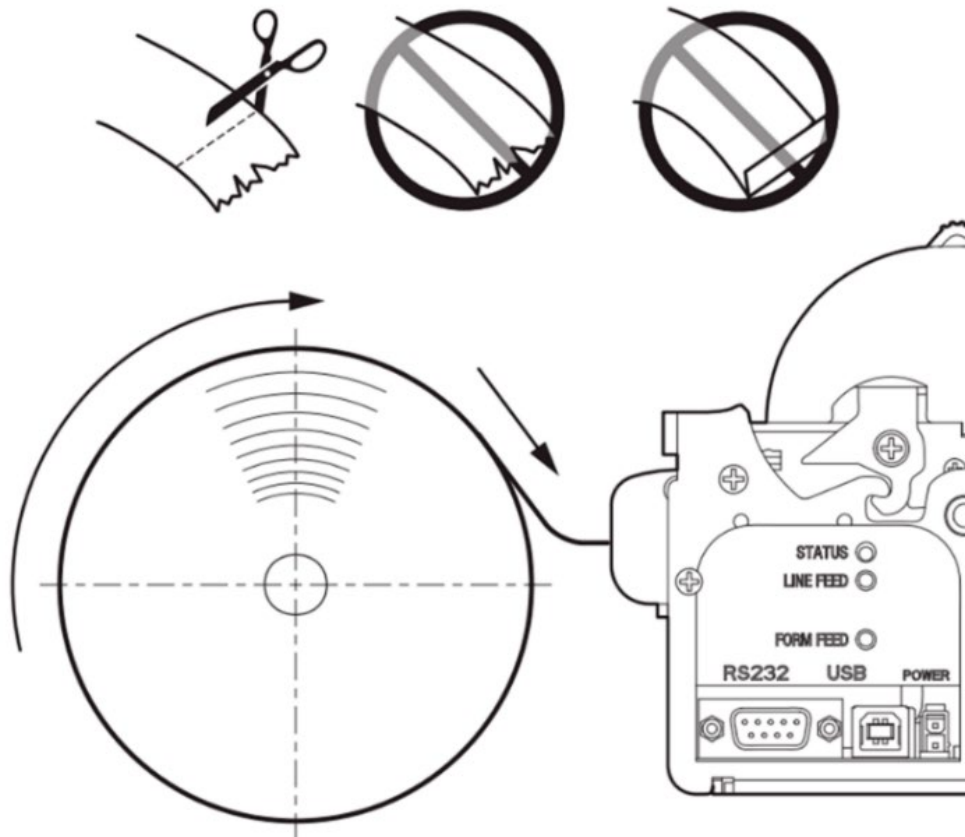

Рисунок 15. Вставка чековой ленты в отверстие
6. Проверьте, что конец чекового рулона ровный и без загибов. При необходимости отрежьте ножницами конец чекового рулона, чтобы он стал ровный. Вставьте конец чековой ленты в отверстие для бумаги (см. рис. 15):